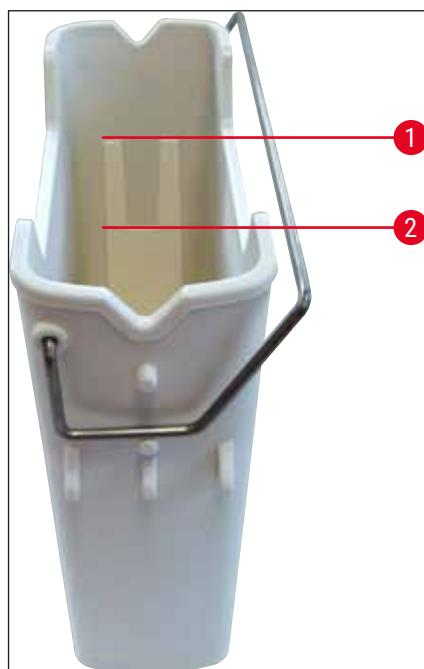

Рис. 67
4. Проверьте, достаточный ли уровень заполнения (→ Рис. 67) и не загрязнен ли реагент. В случае загрязнения перед повторным заполнением необходимо заменить ксилол (→ с. 41 – 4.6.3 Подготовка кюветы для реактивов, заполнение и установка в загрузочное устройство) и очистить кювету для реактивов.